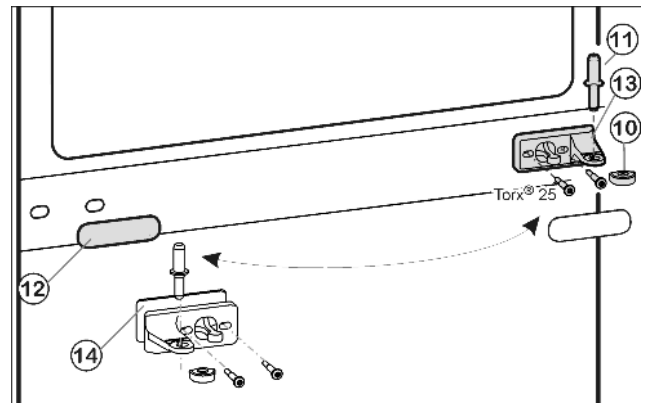
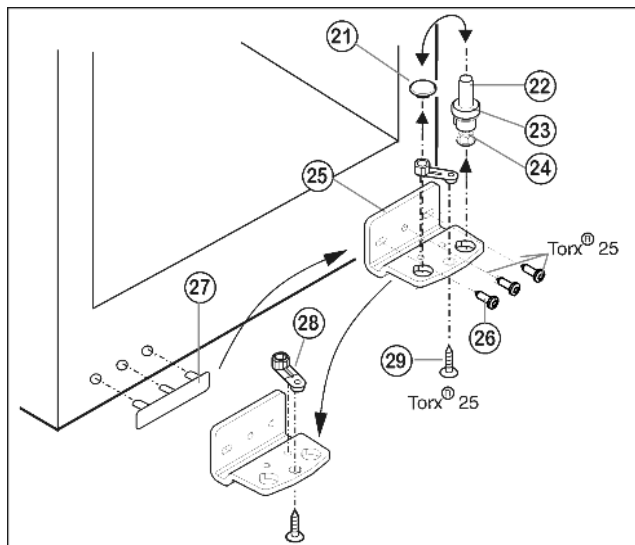

Fig. 5
Fig. 6
- ▶ Вытащите из опорного кронштейна и нижней дверцы средний опорный винт Fig. 5 (11).
- ▶ Снимите пластмассовый колпачок Fig. 5 (10).
- ▶ Открутите средний опорный кронштейн Fig. 5 (13) (2 шт. Torx® 25).
- ▶ Осторожно снимите накладку Fig. 5 (12).
- ▶ Прикрутите средний опорный кронштейн Fig. 5 (13) с подкладкой Fig. 5 (14) с поворотом на 180° на новую сторону шарнира (с моментом 4 Нм).
- ▶ Защелкните накладку Fig. 5 (12), повернув на 180°, на стороне, где теперь будет ручка.
- ▶ Извлеките опорный винт Fig. 6 (22) в комплекте с шайбой Fig. 6 (23) и регулируемой опорой Fig. 6 (24), вытягивая его вверх.
- ▶ Снимите пробку Fig. 6 (21).
- ▶ Открутите Fig. 6 (26) опорный кронштейн Fig. 6 (25).
- ▶ Открутите Fig. 6 (29) опорную деталь Fig. 6 (28) и, переставив в отверстие на противоположной стороне опорного кронштейна, снова прикрутите.
- ▶ Осторожно снимите и переставьте на противоположную сторону крышку со стороны ручки Fig. 6 (27).
- ▶ Снова прикрутите опорный кронштейн Fig. 6 (25) на новой стороне шарнира (**с моментом 4 Нм**). При необходимости используйте аккумуляторный шуруповерт.
- ▶ Переставьте пробку Fig. 6 (21) в свободное отверстие.
- ▶ Вновь установите опорный винт Fig. 6 (22) в комплекте с шайбой и регулируемой опорой. При этом фиксатор должен быть направлен назад.
- ▶ Установите нижнюю дверцу сверху на нижний опорный винт Fig. 6 (22).
- ▶ Снова наденьте пластмассовый колпачок Fig. 5 (10) на средний опорный кронштейн Fig. 5 (13).
- ▶ Вставьте средний опорный винт Fig. 5 (11) на новой стороне шарнира через средний опорный кронштейн Fig. 5 (13) в нижнюю дверцу.
- ▶ Установите верхнюю дверцу на средний опорный винт Fig. 5 (11).
- ▶ При необходимости выровняйте дверцы через два продольных паза в нижнем опорном кронштейне Fig. 6 (25) и среднем опорном кронштейне Fig. 5 (13) параллельно корпусу устройства. Для этого выкрутите средний винт на нижнем опорном кронштейне Fig. 6 (25).